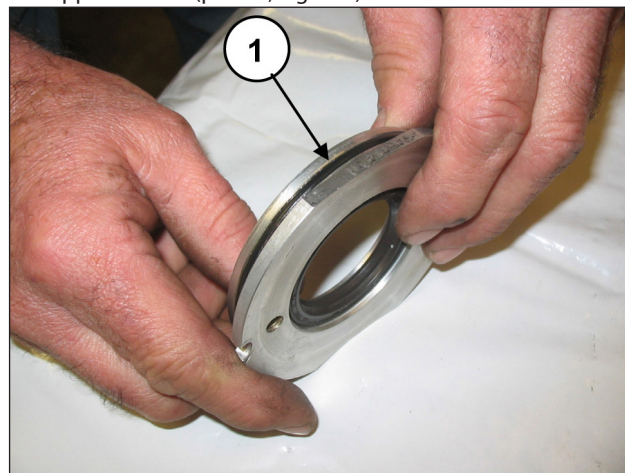
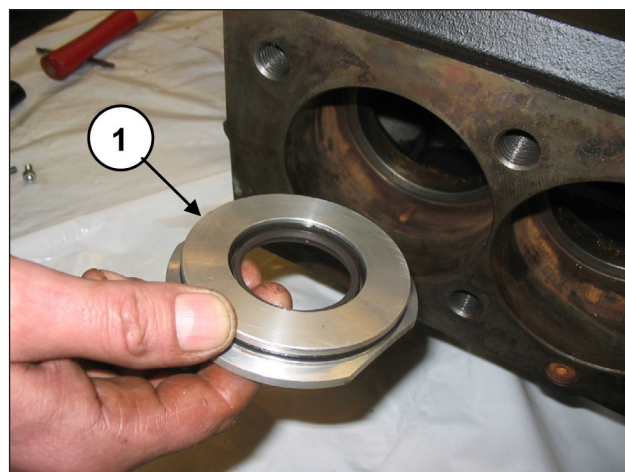

Fig. 170
Fig. 171
Posizionare l'O-ring (pos. ①, Fig. 170) nella sede del coperchio paraolio ed inserire il gruppo montato all'interno del carter nell'apposita sede (pos. ①, Fig. 171).